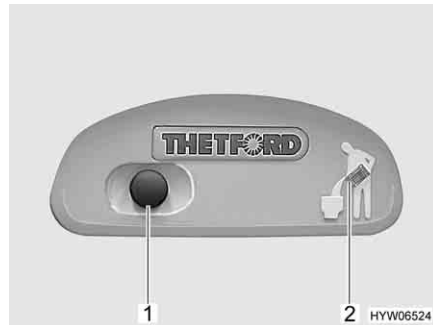
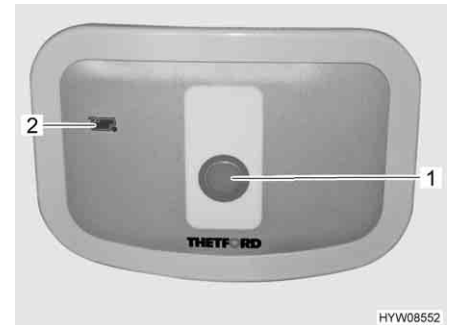

Bild 224 Spülknopf/Kontroll-Leuchte Thetford-Toilette
Bild 225 Spülknopf/Kontroll-Leuchte Thetford-Toilette (Alternative)
- Zum Spülen den blauen Spülknopf (Bild 224,1 bzw. Bild 225,1) drücken.
Die Kontroll-Leuchte (Bild 224,2 bzw. Bild 225,2) leuchtet, wenn der Fäkalientank entleert werden muss.